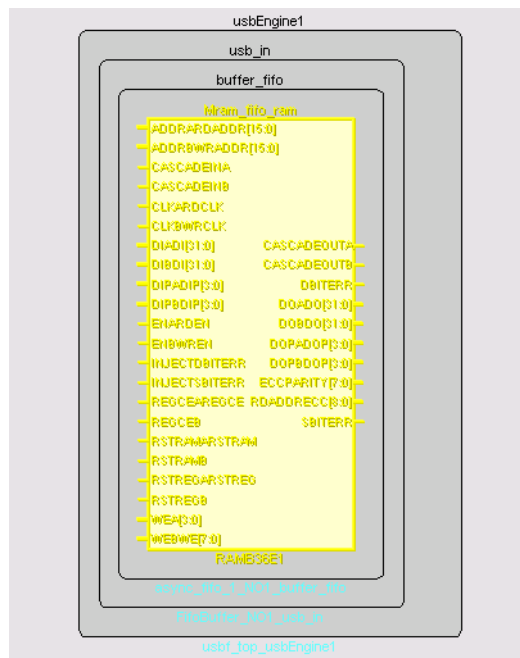

図 34 : クリティカルパス ソース
19. [Collapse Outside] ボタン  をクリックします (図 34)。